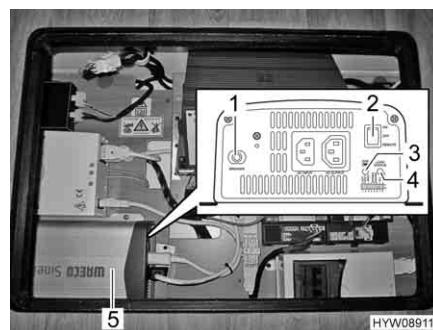

Fig. 124 Invertitore
- Posizionare l'interruttore principale (Fig. 124,2) su "ON". Il LED campo tensione di entrata (Fig. 124,3) si illumina di verde.
- Posizionare l'interruttore principale (Fig. 124,2) su "REMOTE". Il comando tramite interruttore di telecomando è abilitato.
- Posizionare l'interruttore principale (Fig. 124,2) su "OFF". Il LED campo tensione di entrata (Fig. 124,3) si spegne.